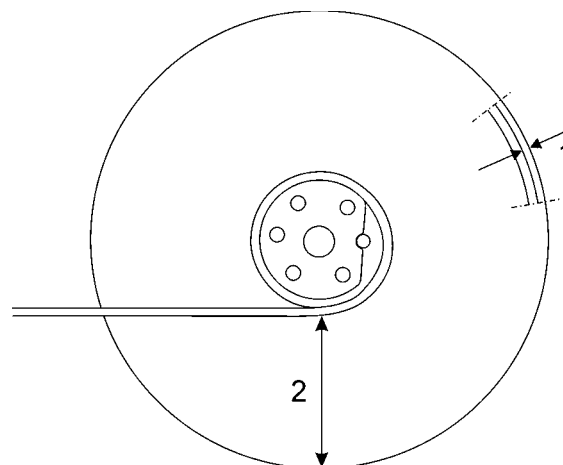

Рис. 1
CL 75A прикрепляется к стене в вертикальном положении. В странах с теплым климатом необходимо избегать попадания прямых солнечных лучей на двигатель CL 75A. Для монтажа используются 3-4 сквозных болта длиной 10 мм. На случай аварийного открывания необходимо оставить со стороны (A) на рис. 1 достаточно места для рукоятки аварийного открывания или электродрели с автономным питанием. Трос может быть проведен в любом направлении, даже через стену.